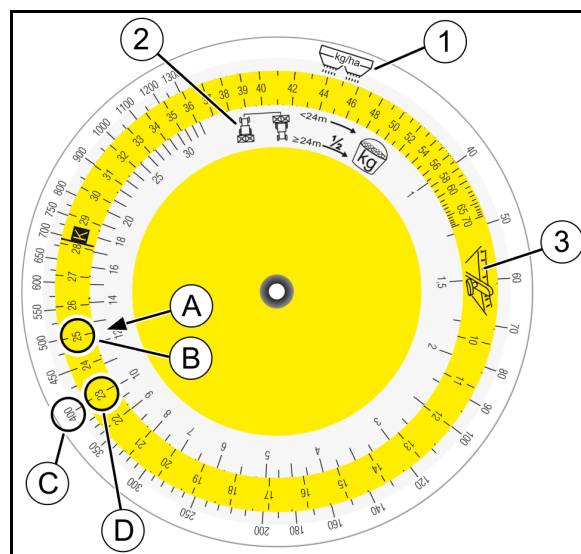

Fig. 54
Pe scala (Fig. 54/2) pentru cantitatea colectată [kg], căutați valoarea numerică (A) și suprapuneți cu poziția aleasă a vanelor glisante (B) de pe scala colorată (Fig. 54/3).
3. Căutați cantitatea pentru împrăștiere dorită (C) și citiți poziția necesară a vanelor glisante (poziție) (D).